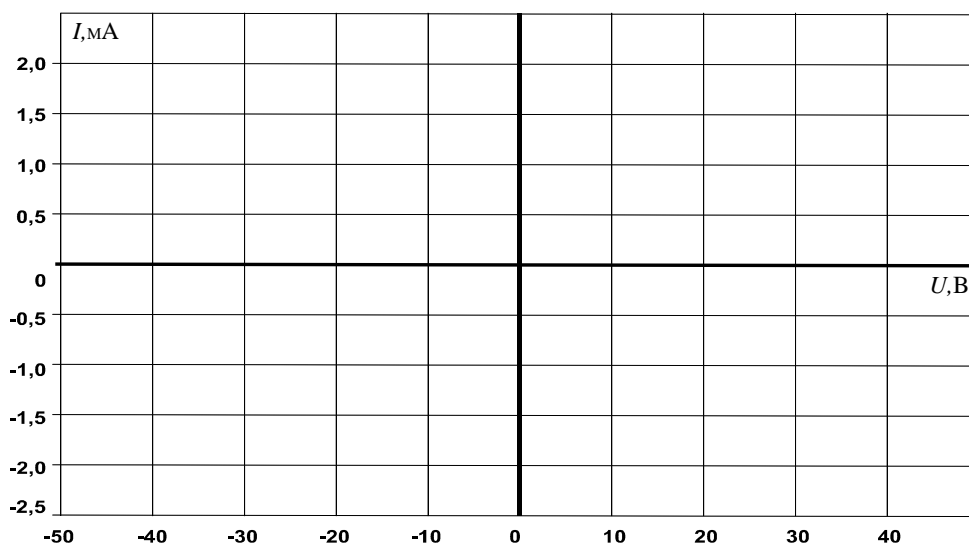

Рисунок 7
2.3. На графике (рис. 7) отобразите характеристику, полученную на мониторе осциллографа, и сравните ее со статической характеристикой.